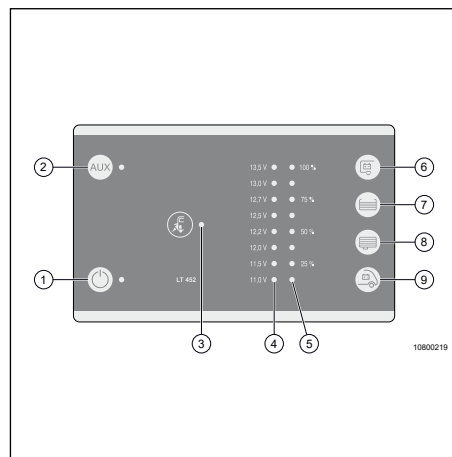

Fig. 44 Manöverpanel
6. Kontrollera funktionen på manöverpanelen (Fig. 44).
Huvudströmbrytaren för 12 V (Fig. 44, pos. 1) styr till- och fränkoppling av bodelns 12 V-system.
Genom att trycka på knappen (Fig. 44, pos. 7 eller pos. 8) på kontrollpanelen kan nivån i vatten- resp. spillvattentanken läsas av.